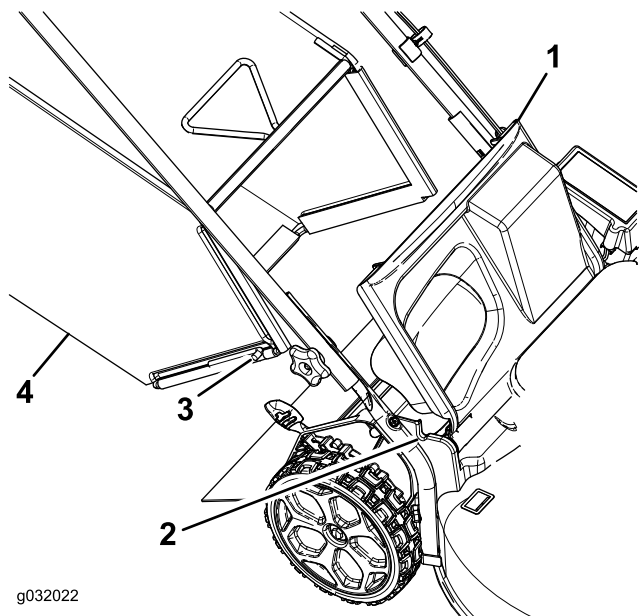

Figura 20
1. Levantar o defletor traseiro (Figura 20).
2. Insira as extremidades da barra do saco de relva nos entalhes dos suportes do manipulador (Figura 20).